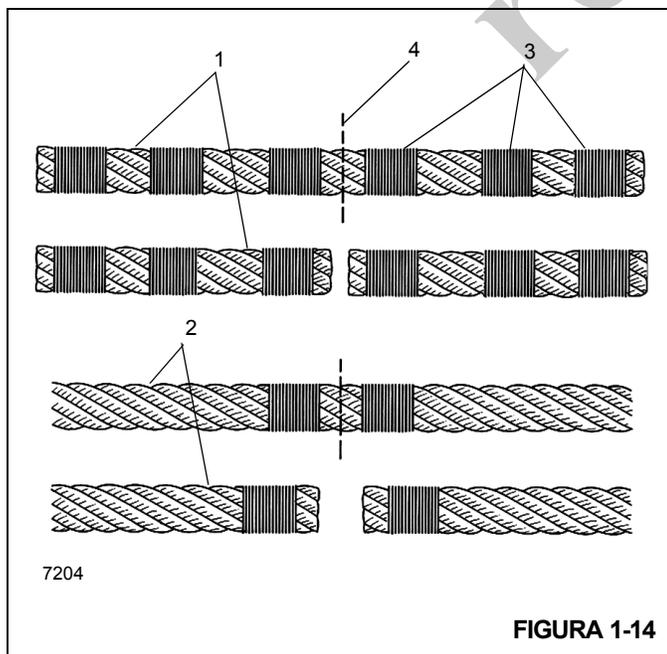

FIGURA 1-14
**NOTA:** Los cables no preformados (1) Figura 1-14 deben tener tres sujeciones (3) ubicadas en cada lado del corte (4) comparado con el cable preformado (2).